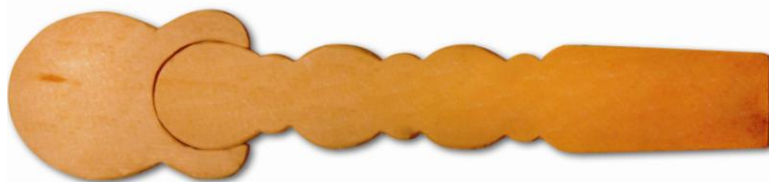

Рис. 2. Образец крепления декоративной лопаточки с фризом
5. Сконструировать способ крепления декоративной лопаточки и фриза между собой без применения дополнительных материалов (Рис. 2).